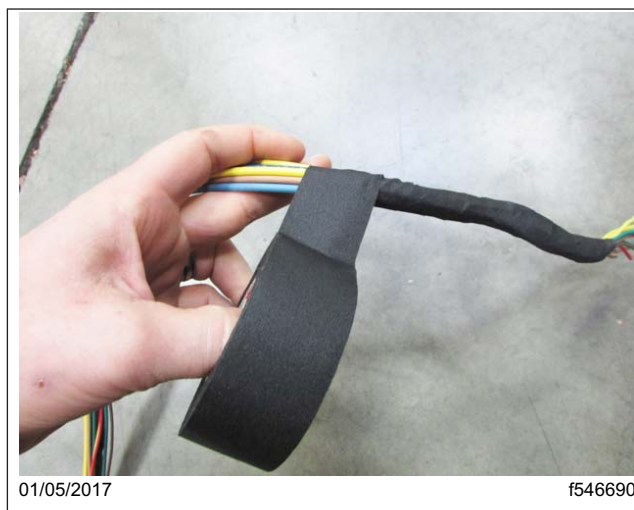

Fig. 30, Enrubannage du faisceau de câblage avec du ruban de fibre de verre
37. Enveloppez la section exposée du faisceau de câblage (A06-93018 -084) avec du ruban de fibre de verre (48-25910 -003). Reportez-vous à la figure 30.